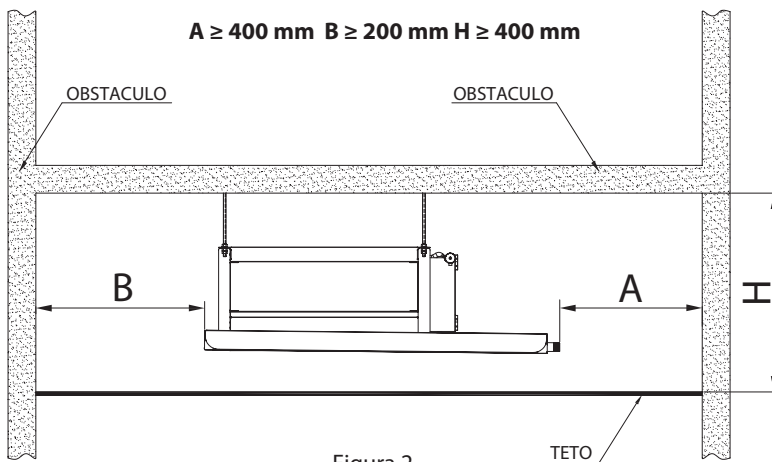

Figura 2
2. Assegurar a presença do espaço necessário para a instalação e manutenção. Referem-se às dimensões do produto e para o diagrama de ligações. (Figura 2: Os vazios em torno do produto indicará o espaço mínimo requerido).